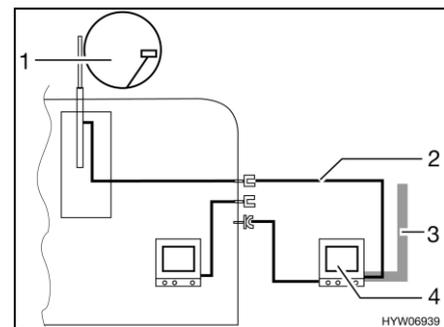

Fig. 110 TV en el área bajo el toldo
- TV en el área bajo el toldo (Fig. 110,4): Conexión a la antena del techo (Fig. 110,1) con el cable de conexión (Fig. 110,2)
- TV en el área bajo el toldo (Fig. 110,4): Conexión a antena externa (Fig. 110,3)